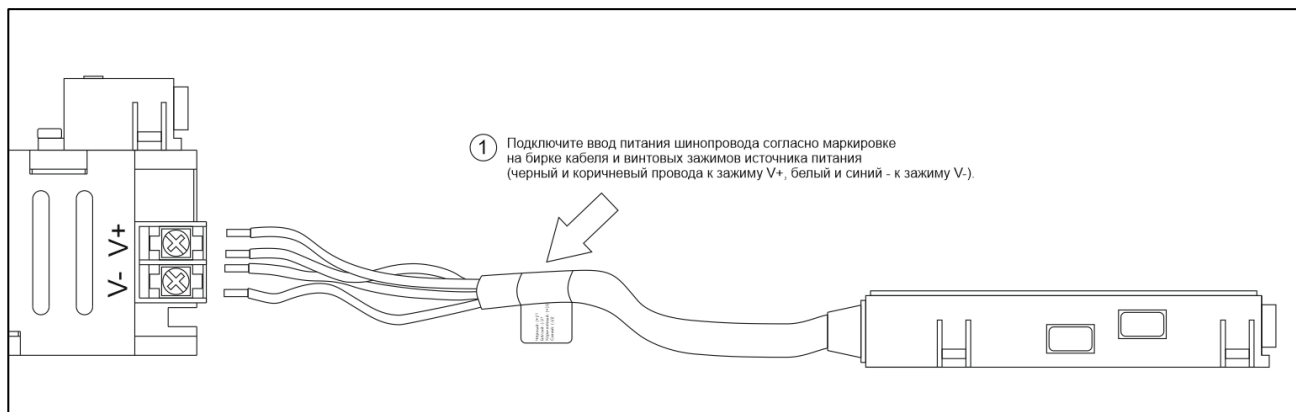

Рис. 1 Подключение ввода питания шинопровода
- Подключите провода ввода питания шинопровода к соответствующим винтовым зажимам источника питания (коричневый, черный провода к зажиму V+, а белый и синий – к зажиму V-). Рис. 1